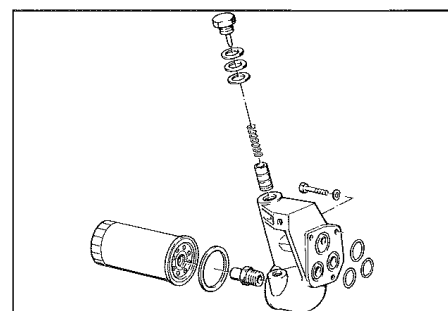

Fig. 64 - Guarnizioni filtro olio
- Con riferimento all'esploso di **Fig. 64** smontare la valvola limitatrice: pulire valvola e corpo e rimontare. Controllare che la valvola si apra alla pressione max prescritta (vedi pag. 1-6). La taratura si effettua con le guarnizioni di **Fig. 64**.
- With reference to the exploded drawing (**Fig. 64**), disassemble pressure relief valve: clean valve and body and refit. Check that the valve opens and the max indicated pressure (see page 1-6). Valve calibration is obtained with gaskets of **Fig. 64**.